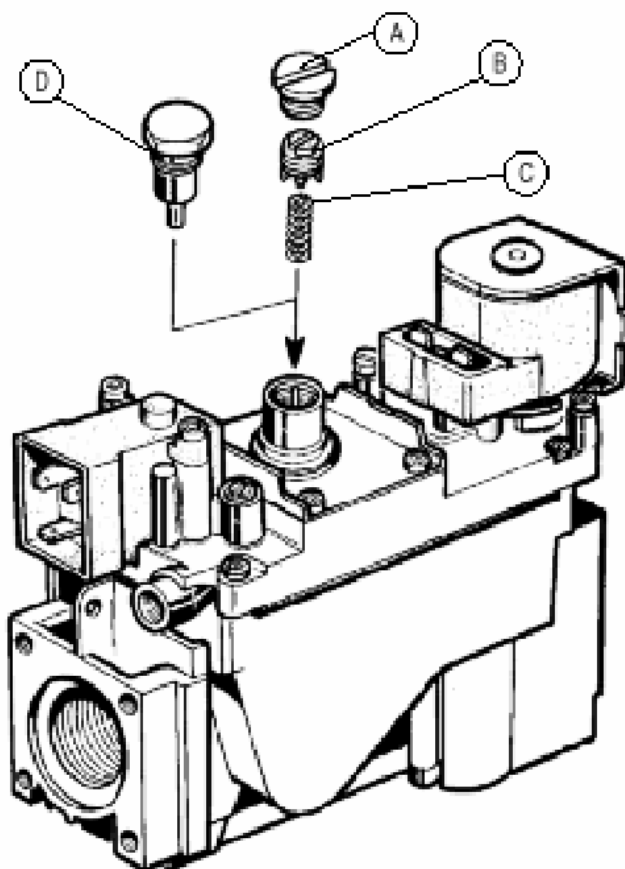

Рис. 4. Газовый клапан
Водонагреватели серии GP оснащены газовым клапаном 820 NOVA (см. Рис.4 и 6). Газовая горелка показана на Рисунке 5.
- a) Открутите шестиугольный винт на дне пилотной горелки (Рис.4+6)
Снимите защитный колпачок "А" (Рис.4а). Затем: